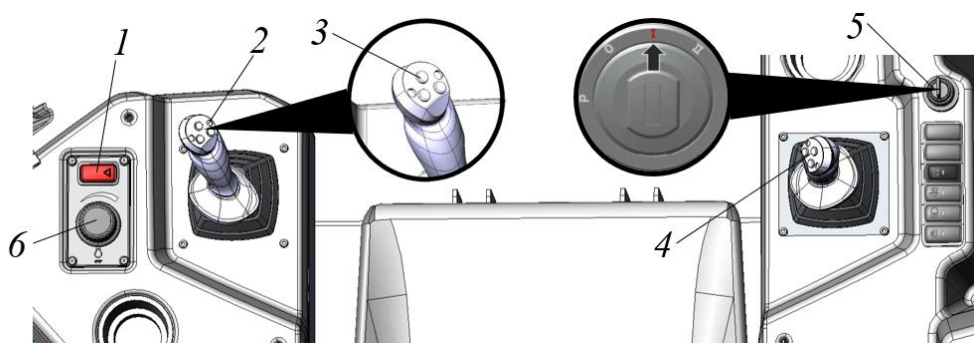

Рисунок 3.64. Органы управления на рабочем месте
- ▶ Убедиться в том, что джойстики управления движением поз. 2 и навесным оборудованием поз. 4 находятся в нейтральном положении, см. рис. 3.64.
- ▶ Убедиться в том, что кнопка безопасности поз. 1 нажата (работа трансмиссии и навесного оборудования блокируется), оператор находится на сиденье, ремень безопасности застегнут, рис. 3.64.
- ▶ Подать короткий звуковой сигнал, нажав кнопку 3 (рис. 3.64) на джойстике.
- ▶ Повернуть ключ в замке зажигания поз. 1 (рис. 3.64) из положения «I» в положение «II» и удерживать его в этом положении пока двигатель не пустится.
Обороты двигателя регулируются рукояткой (энкодер поз. 6, рис. 3.64), расположенной на левой тумбе. Для увеличения оборотов двигателя необходимо рукоятку поворачивать по часовой стрелке, для уменьшения – против часовой стрелки. Рукоятка не имеет крайних фиксированных положений. Вращая рукоятку в разные стороны, Вы не сможете изменить заданные минимальную и максимальную частоты вращения двигателя. Фактическое значение частоты вращения двигателя отображается на дисплейном модуле, вкладка «Панель приборов», см. п. **3.1.2 Дисплейный модуль**.
- Рукояткой поз. 6 (рис. 3.64) установить средние обороты двигателя и дать ему поработать без нагрузки 2-3 минуты.
- Уменьшить обороты двигателя до минимальных холостых и повернуть ключ в замке зажигания (поз. 1, рис. 3.64) из положения «I» в положение «0» - двигатель остановится.